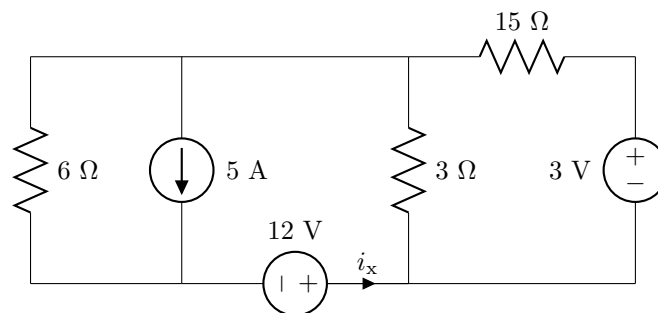

Figura 3.5: Circuito del problema 7.
7. Halla  $i_x$  por mallas en el circuito de la figura 3.5.